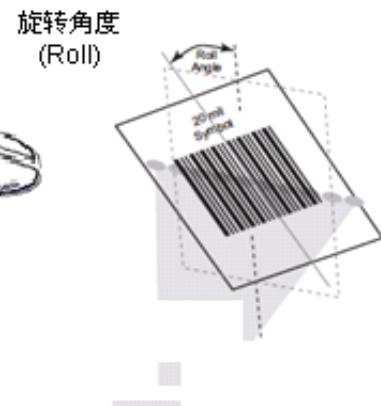

图 1-11
- ◆ 旋转角度(Roll)：±30°，测试条件为0°倾斜角及0°偏转角（见图 1-11）。